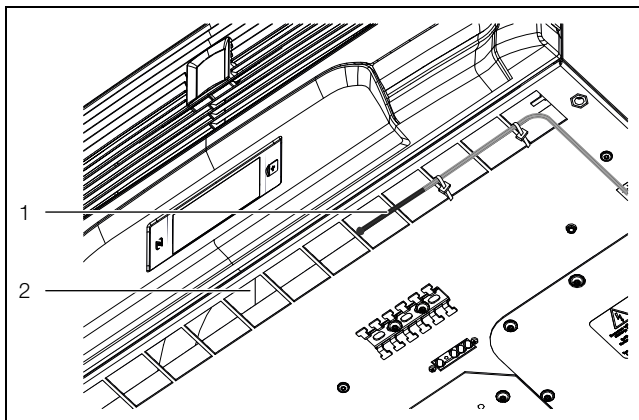

Fig. 20 : sonde de température devant la sortie d'air froid
- Installer la sonde de température au centre devant la sortie d'air froid du climatiseur (fig. 20).